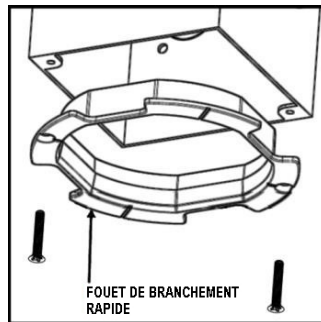

Figure 10
Étape 2. Prenez le support de montage et fixez-le à la boîte de jonction avec les vis à tête plate fournies comme indiqué dans les (Fig. 10 et 11).